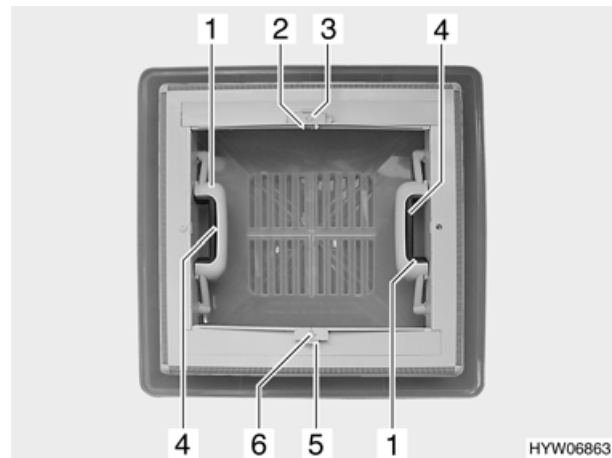

Bild 35 Dachlüfter mit Schnappverschluss
- Schnappverschluss (Bild 35,4) zur Innenseite des Dachlüfters drücken. Gleichzeitig mit dem Griff (Bild 35,1) den Dachlüfter nach oben drücken.
- Arretierung (Bild 35,5) zur Dachlüfteraußenseite drücken.
- Verdunklungsrollo am Griff (Bild 35,6) bis zum gegenüberliegenden Griff des Insektenschutzrollos (Bild 35,2) ziehen und einrasten lassen.
- Griff (Bild 35,2) zusammendrücken. Die Arretierung wird gelöst.
- Verdunklungsrollo am Griff (Bild 35,6) langsam zurückführen.
- Arretierung (Bild 35,3) zur Dachlüfteraußenseite drücken.
- Insektenschutzrollo am Griff (Bild 35,2) bis zum gegenüberliegenden Griff des Verdunklungsrollos (Bild 35,6) ziehen und einrasten lassen.
- Insektenschutzrollo am Griff (Bild 35,2) langsam zurückführen.